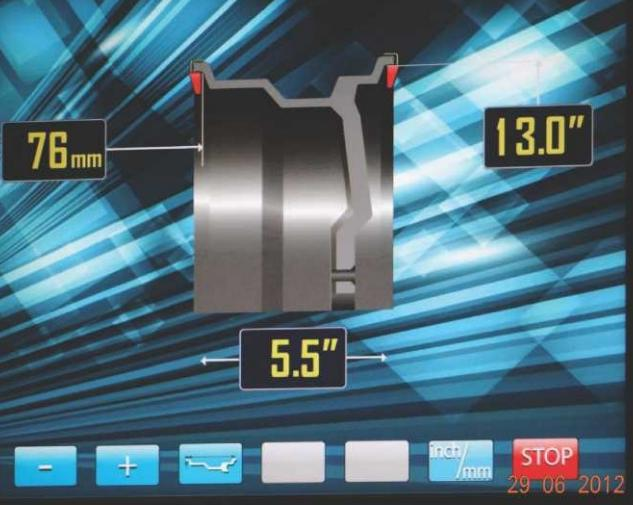

рис.10.2.
При включении питания СБ автоматически устанавливаются исходные параметры « $d$ » и « $b$ », записанные в памяти СБ, которые можно проконтролировать нажимая кнопку A,d,b кнопка 3 на рис.10.2.
В этом режиме функционируют кнопки «-» и «+» для ввода ширины диска, а также для коррекции диаметра диска и дистанции от корпуса СБ до колеса, если требуется их ручная коррекция. Переключение кнопок «-» и «+» для коррекции диаметра и дистанции осуществляется кнопкой A,d,b (кнопка 3 рис.10.2), при этом корректируемая величина выделяется красным цветом, кроме того кнопка A,d,b позволяет перейти к экрану ввода геометрических параметров из экрана основного рабочего режима.
11.2.1. Введите геометрические параметры колеса как описано в п. 10.2 или 10.4. На экране ввода геометрических параметров отображается стандартная балансировка грузами на пружинках рис.10.2 или 10.4..